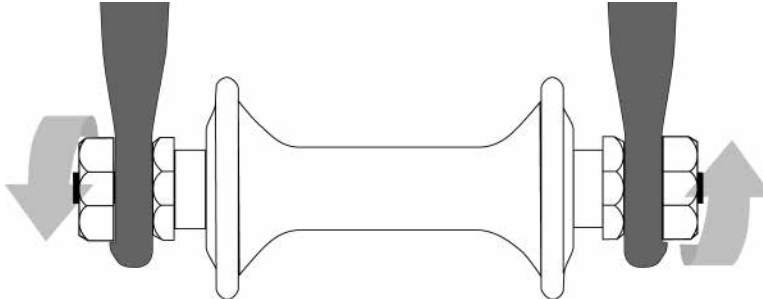

fig. 19
3. Les écrous hexagonaux ou les boulons à clé hexagonale qui sont vissés sur ou dans l'axe du moyeu (fig. 19).